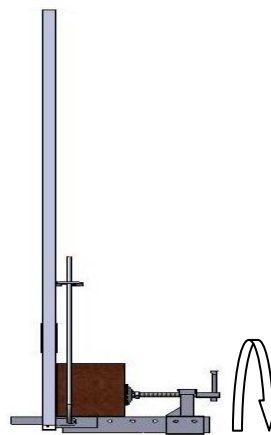

fig. 6
- Ruotare la manovella di chiusura della morsa fino ad assicurare un adeguato serraggio (40 N.m) (fig. 6 a pag. 9);